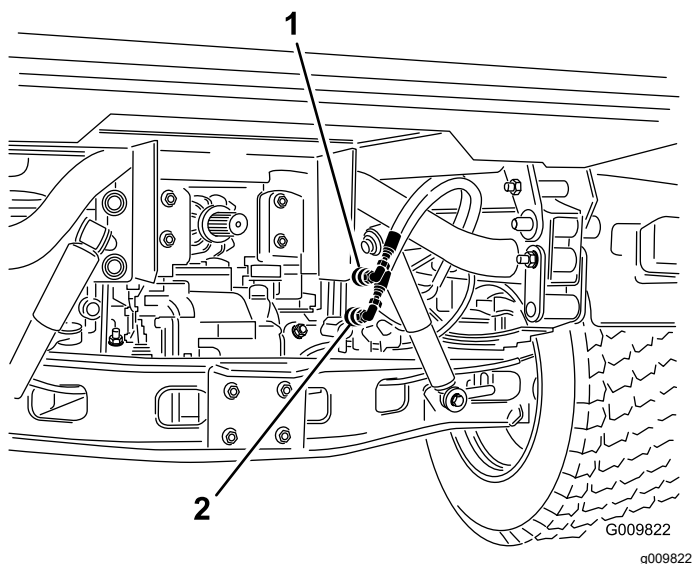

图 71
2. 在两台机器上都要从固定至联轴器支架的软管断开 2 个快速联轴器软管图 71。